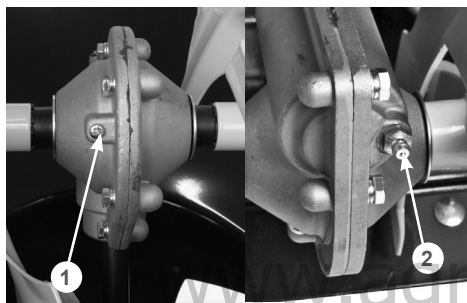

Рис. 25 Добавление смазки в редуктор
- выкрутите в нижней части редуктора винт 1 (Рис. 25);
- установите наконечник шприца на пресс-масленку 2 (Рис. 25) и добавляйте смазку в редуктор до тех пор, пока через отверстие в нижней части редуктора не начнет выходить новая смазка;
- закрутите обратно винт 1 (Рис. 25).